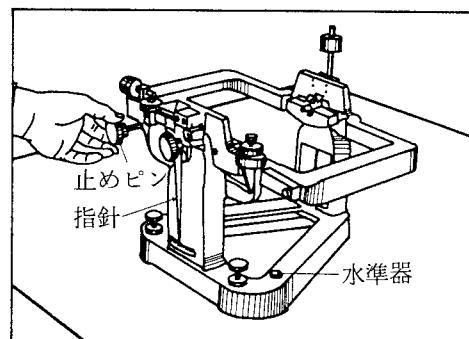

図1-12 止めピンを抜いて天秤のバランスを調べる
- (2) 天秤のバランスをとる。
- ① 止めピンを抜いて、天秤のバランスがとれているかどうか、バランス誤差指針により調べる(図1-12)。バランスがとれていない場合は、その指針が目盛の「0」の位置に静止する。反対にバランスがとっていない場合は、指針が「0」の位置よりずれて左右いずれかの方向に変位する。